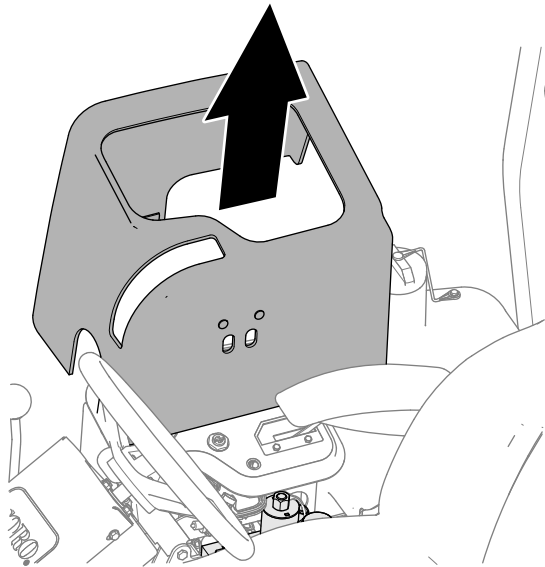

Bild 87
3. Heben Sie die magnetisch befestigte Konsolenabdeckung (Bild 87) an, um den Mähwerksverteiler freizulegen.